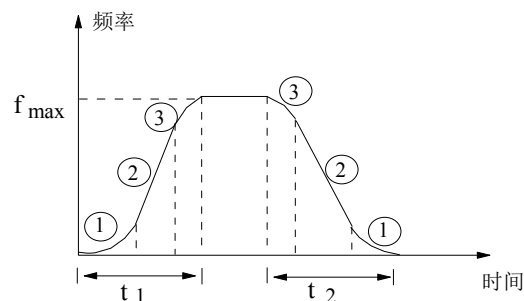

图5-13 S曲线加减速
输出频率按照S形曲线递增或递减, 如图5-13所示。
S曲线起始段时间如图5-13中①所示,这里输出频率变化的斜率从0逐渐递增。
S曲线上升段时间如图5-13中②所示,这里输出频率变化的斜率恒定。
S曲线结束段时间如图5-13中③所示,这里输出频率变化的斜率逐渐递减到0。